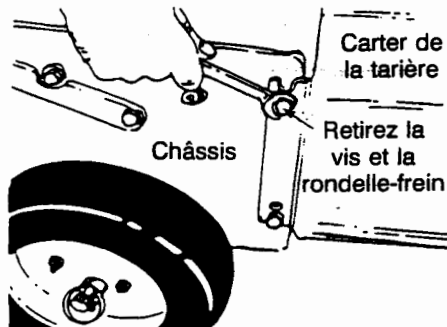

FIGURE 17
- Retirez les vis et rondelles-frein du haut, qui maintiennent le carter de la tarière sur le châssis. Utilisez une clé de 9/16es de po. Voir la Figure 17.